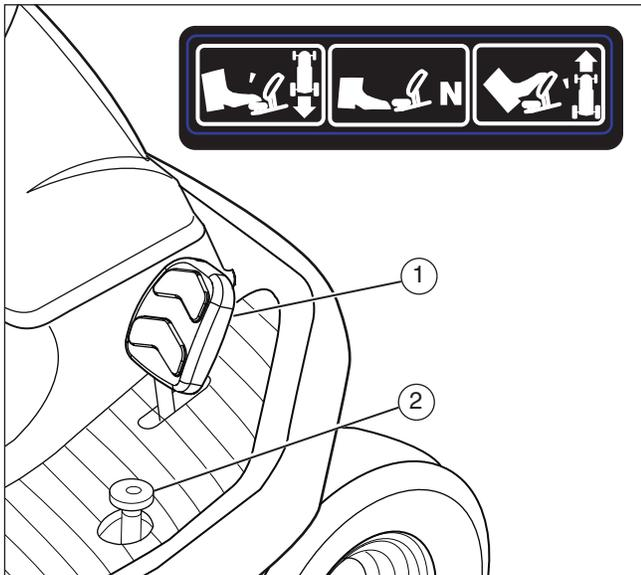

Figure 14
4. Appuyer lentement sur la pédale de commande de vitesse en marche avant (1) pour activer la vitesse de déplacement en marche avant (voir la Figure 14).
2. Retirer le pied de la pédale de commande de vitesse en marche avant (1) (voir la Figure 14).
3. Appuyer lentement sur la pédale de commande de vitesse en marche arrière (2) pour activer la vitesse de déplacement en marche arrière.
1. Retirer lentement le pied de la pédale de commande de vitesse en marche avant (1) ou la pédale de commande de vitesse en marche arrière (2) (voir la **Figure 14**). La pédale de commande de vitesse en marche avant ou marche arrière reviendra automatiquement en position POINT MORT.
3. Relâcher la pédale de commande de vitesse en position POINT MORT (voir la Figure 14).
4. Pour aller plus vite, déplacer la pédale de commande de vitesse à une vitesse plus rapide (voir la **Figure 14**).
5. Déplacer la pédale de commande de vitesse aux réglages de vitesse désirés (voir la **Figure 14**).